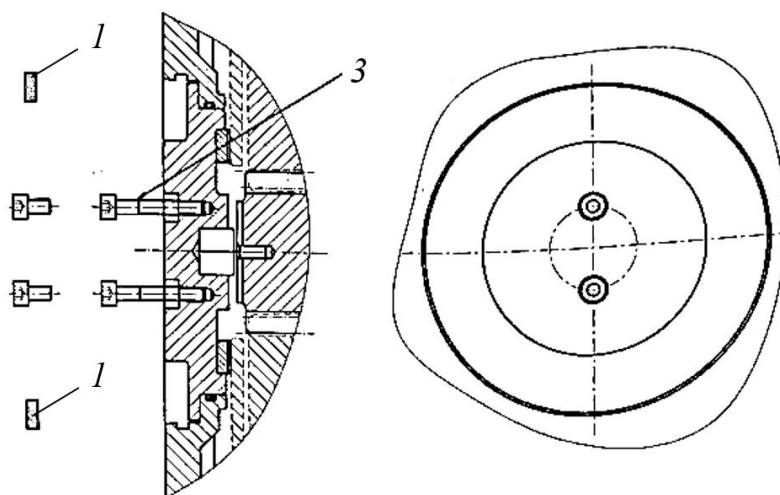

Рисунок 3.87. Процесс подготовки к снятию крышки редуктора
- Ввернуть два вспомогательных винта М5х30 поз. 3, рис. 3.87, в резьбовые отверстия и равномерно затянуть их до опорной поверхности головки.